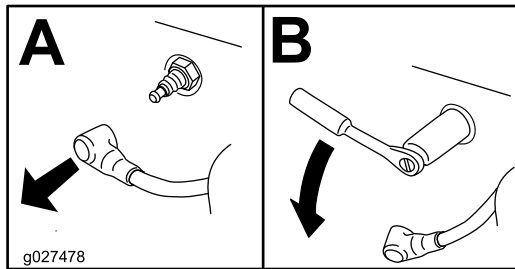

Figura 48
4. Localice y retire la(s) bujía(s), como se muestra en la Figura 48.